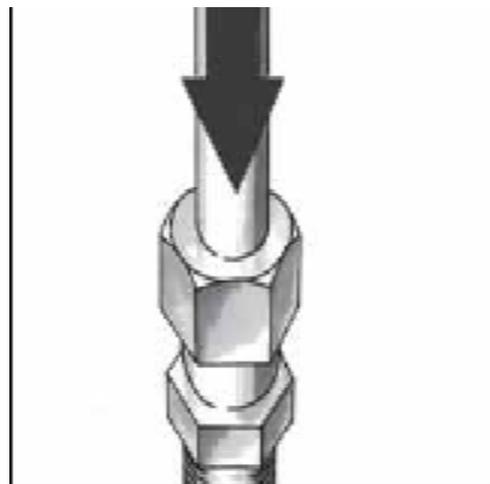

Bild 2
- 3.2 Fädeln Sie nun das Rohr in die Klemmringverschraubung ein und schieben Sie es locker bis Anschlag vor (Bild 2).